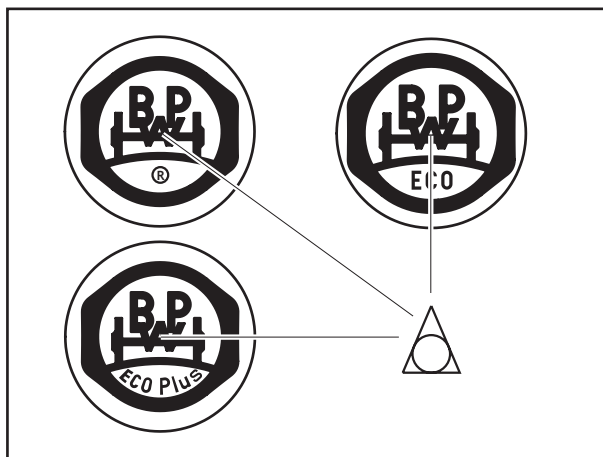

Fig. 7
☞ Bei Fahrzeugen mit alten Nabenkapseln (eingepprägtes ®) oder ECO unter dem BPW Zeichen) (Fig. 7) brauchen nur die Nabenkapseln von der Bezugsachse abgeschraubt werden.
Only the hub caps of the reference axle need be unscrewed also on vehicles with old hub caps (embossed (R) or ECO under the BPW logo) (Fig. 7).
Seuls les capuchons de l'essieu de référence doivent être dévissés s'il s'agit d'un véhicule doté de d'anciens capuchons ( (R) ou ECO poinçonnés sous le sigle BPW (fig. 7).
☞ - Bei neuen Nabenkapseln (eingepprägtes  $\text{\textcircled{R}}$ , ECO oder ECOPlus unter dem BPW Zeichen) (Fig. 7). Kapseln montieren, siehe Arbeitsschritt 8.
- Das Dreieck ( $\Delta$ ) im BPW Zeichen liegt zentrisch, wenn unter dem BPW Zeichen ein  $\text{\textcircled{R}}$ , ECO oder ECOPlus eingeprägt ist (Fig. 7).
- ☞ - In the case of new hub caps (embossed (R), ECO or ECOPlus under the BPW logo) (Fig. 7), install hub caps, see step 8.
- The triangle ( $\Delta$ ) in the BPW logo is located in the centre, if an (R), ECO or ECOPlus is stamped below the BPW logo (Fig. 7).
- ☞ - Pour de nouveaux capuchons poinçonnés avec un (R), ECO ou ECOPlus sous le sigle BPW (fig. 7), monter ceux-ci selon opération 8.
- Le triangle ( $\Delta$ ) dans le sigle BPV est centré si un (R), ECO ou ECOPlus est poinçonné sous le sigle BPW (fig. 7).